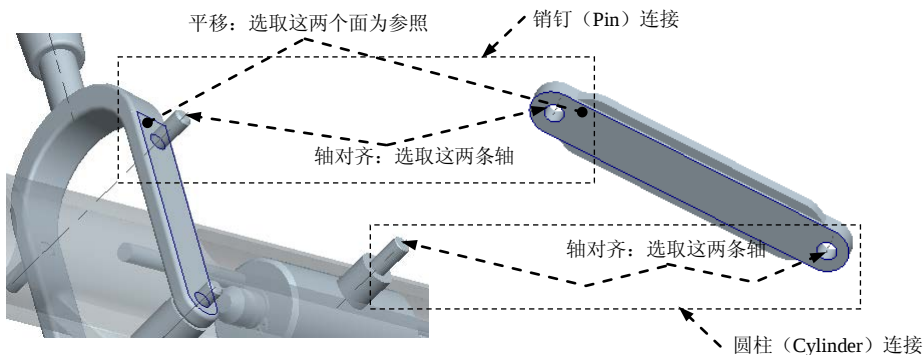

图 12.5.26 装配连杆的操作过程
(1) 如有必要, 在 **视图(V)** 菜单中选择 **方向(O)** → **拖动元件(O)...** 命令, 拖动驱动杆到图 12.5.26 所示的位置。
(2) 选择下拉菜单 **插入(I)** → **元件(C)** → **装配(A)...** 命令, 打开文件名为 connecting_rod.prt 的零件, 引入零件 (connecting_rod)。
(3) 创建图 12.5.26 所示的销钉 (Pin) 接头。
① 在约束集选项列表中选取 **销钉** 选项。
② 修改连接的名称。单击操控板菜单中的“放置”按钮, 在 **集名称** 下的文本框中输入连接名称 “Connection_6c”, 并按回车键。
③ 定义“轴对齐”约束。分别选取图 12.5.26 中的两条轴线（元件 CONNECTING_ROD 的轴线: Cyl_1 和元件 ACTUATING_ROD 的轴线: Pin_2）。
④ 定义“平移”约束（对齐）。分别选取图 12.5.26 中的两个平面（元件 CONNECTING_ROD 的表平面和元件 ACTUATING_ROD 的侧面）。
(4) 在“放置”界面中, 先单击“新建集”, 然后在 **集名称** 下的文本框中输入连接名称 “Connection_7c” 后按回车键, 并在 **集类型** 中选择“圆柱”选项。创建图 12.5.26 所示圆柱 (Cylinder) 接头, 分别选取图中的两条轴线（元件 CONNECTING_ROD: 的轴线 Pin_2: 和元件 PIN 的轴线: Cyl_1）。